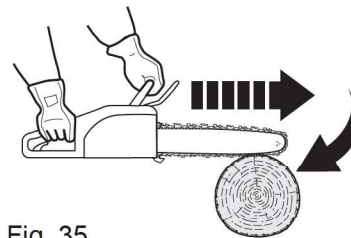

Fig. 35
- > O entalamento da corrente (3) ao longo da parte inferior da lâmina-guia (4) pode afastar o produto do operador (Fig. 35).